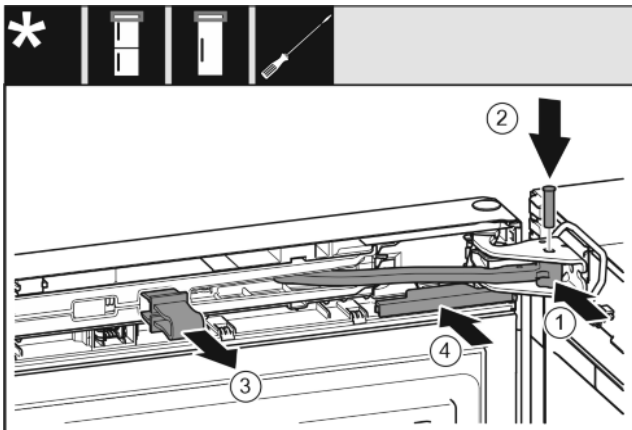

Fig. 39
- ▶ Rotiți articulația în suportul de lagăr. *Fig. 39 (1)*
- ▶ Introduceți bolțul în suportul de lagăr și articulație. Urmăriți ca respectiva camă de cuplare să fie așezată corect în canelură. *Fig. 39 (2)*
- ▶ Detașați siguranța. *Fig. 39 (3)*
- ▶ Împingeți apăraoarea. *Fig. 39 (4)*